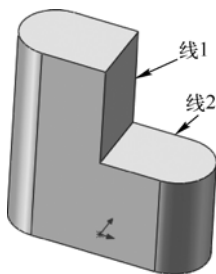
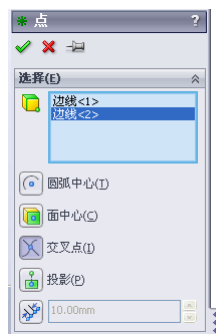

图 4-47 实体
图 4-48 “点”属性管理器
(1) 继续第 4.4.2 节的模型。
(2) 执行“点”命令。选择菜单栏中的“插入”→“参考几何体”→“点”命令，或者单击“参考几何体”操控板中的（点）按钮，此时系统弹出“点”属性管理器。
(3) 设置属性管理器。单击（交叉点）按钮，设置点的创建方式为通过线方式。在（参考实体）列表框中，选择如图 4-47 所示的边 1 和边 2。“点”属性管理器设置如图 4-48 所示。